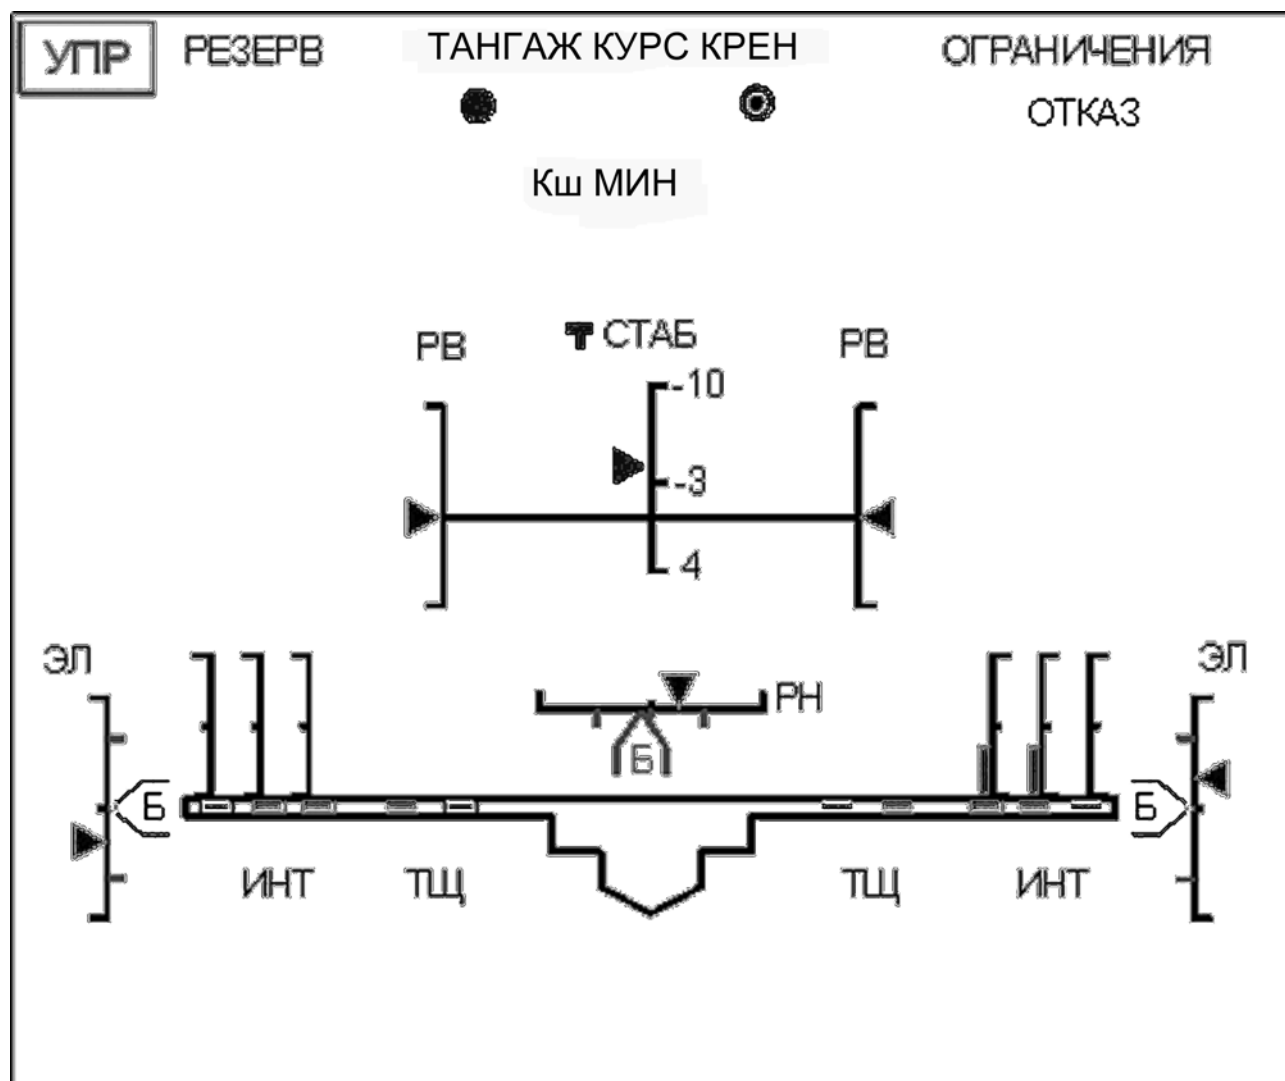

Рис. 13 Резервный режим работы ЭДСУ.
- *Рис. 13* — крейсерский полет с примерами отдельных контролируемых отказов (резервный режим работы ЭДСУ);